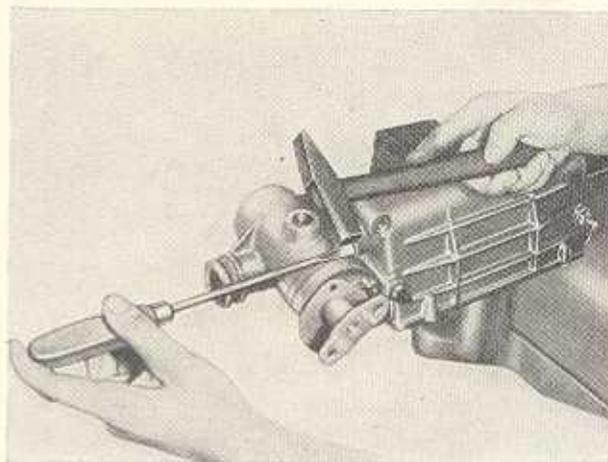

Bild F 20. Lösen des Lagerdeckels
9. Lagerdeckel der Ritzellagerung durch Lösen der zwei Sechskantschrauben M 6 herausnehmen. Dazu wird ein Schraubenzieher hinter die angegossenen Abziehwarzen des Lagerdeckels gelegt und mit ganz leichten Hammerschlägen der Deckel gelöst (Bild F 20). Anschließend kann, wenn die Zahnstange ausgebaut ist, die gesamte Ritzellagerung herausgenommen werden.